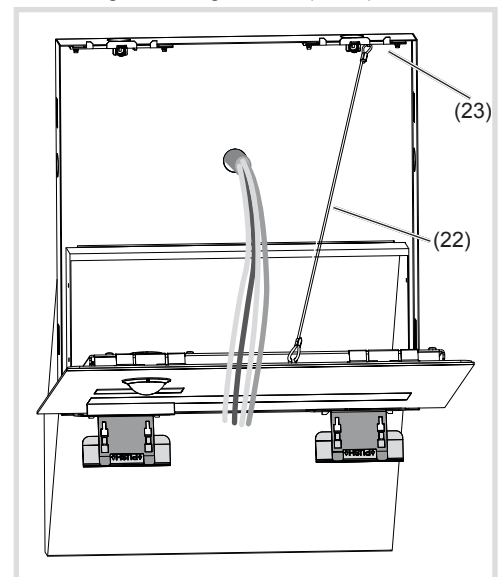

Bild 7: Installationsposition Briefkastenfront Video
- (20) Öffnungswerkzeuge
- (21) untere Befestigungselemente
- Die Schlaufen des Sicherungsseils (22) zwischen mittigen oberen Einhängern der Briefkastenfront und oberen rechten Befestigungselement (23) im Gehäuse einhängen. Die Briefkastenfront Video zur Installation auf die Öffnungswerkzeuge stellen (Bild 7).